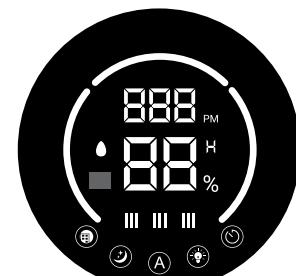

Рис. 4.
8. Если резервуар пуст, продукт все равно будет работать как очиститель воздуха. Наполните бак водой, чтобы использовать функцию увлажнителя. Когда резервуар пуст, на экране дисплея 10 раз мигнет капля воды, после чего она станет красной. Индикация исчезнет, как только бак будет наполнен водой. (Рис. 4).